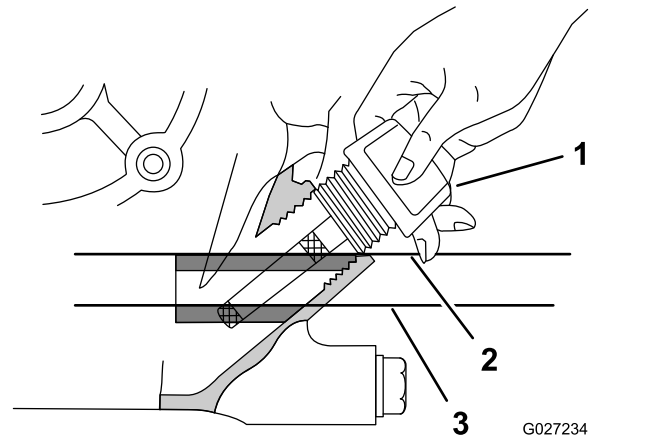

Bild 17
3. Stecken Sie den Peilstab des Motors wieder ein, wie in Bild 17 dargestellt.
- Schrauben Sie den Peilstab handfest im Einfüllstutzen ein (Bild 17).